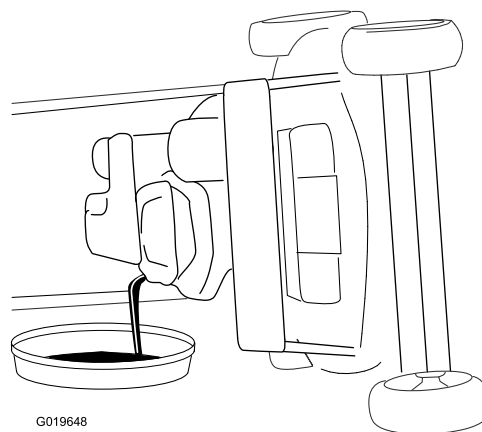

**Figura 26**
3. Retire la varilla girando el tapón en el sentido contrario a las agujas del reloj y tirando del mismo (Figura 26).
10. Observe en la varilla el nivel de aceite (Figura 26).